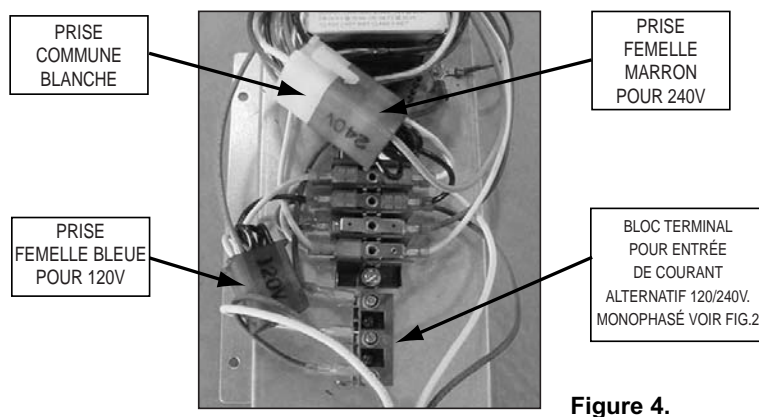

Figure 4.
- Le chauffe-eau MiniMax NT est équipé de fils pour branchement à 240 volts AC utilisant la prise femelle MARRON et la prise commune mâle BLANCHE, voir ci-dessous fig.4. Si vous voulez que le chauffe-eau soit branché sur du 120 volts, débranchez la prise femelle MARRON de la prise mâle BLANCHE, localisez la prise femelle BLEUE et branchez-la à la prise mâle BLANCHE. Lorsque vous branchez la prise domestique à la prise du terminal, à l'intérieur de la boîte de jonction, respectez les polarités comme indiqué ci-dessous. En branchant sur du 120 volts, prenez soin de vérifier que vous connectez bien le fil positif au pôle positif (L), le fil neutre au pôle neutre(N) et le fil de terre au pôle de terre (GND), voir fig.5 ci-dessous.
Vous pouvez avoir besoin d'ouvrir la jacket (panneau supérieur) pour l'entretien du terminal de circuits comme le montrent les figures 4 et 5.